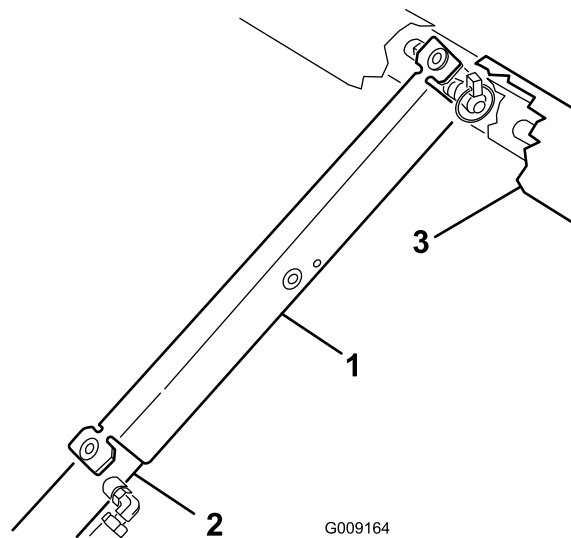

Figura 14
3. Empuje el soporte de la plataforma sobre la varilla del cilindro y asegúrese de que los extremos del soporte descansan sobre el extremo del cuerpo del cilindro y el extremo de la varilla del cilindro (**Figura 14**).